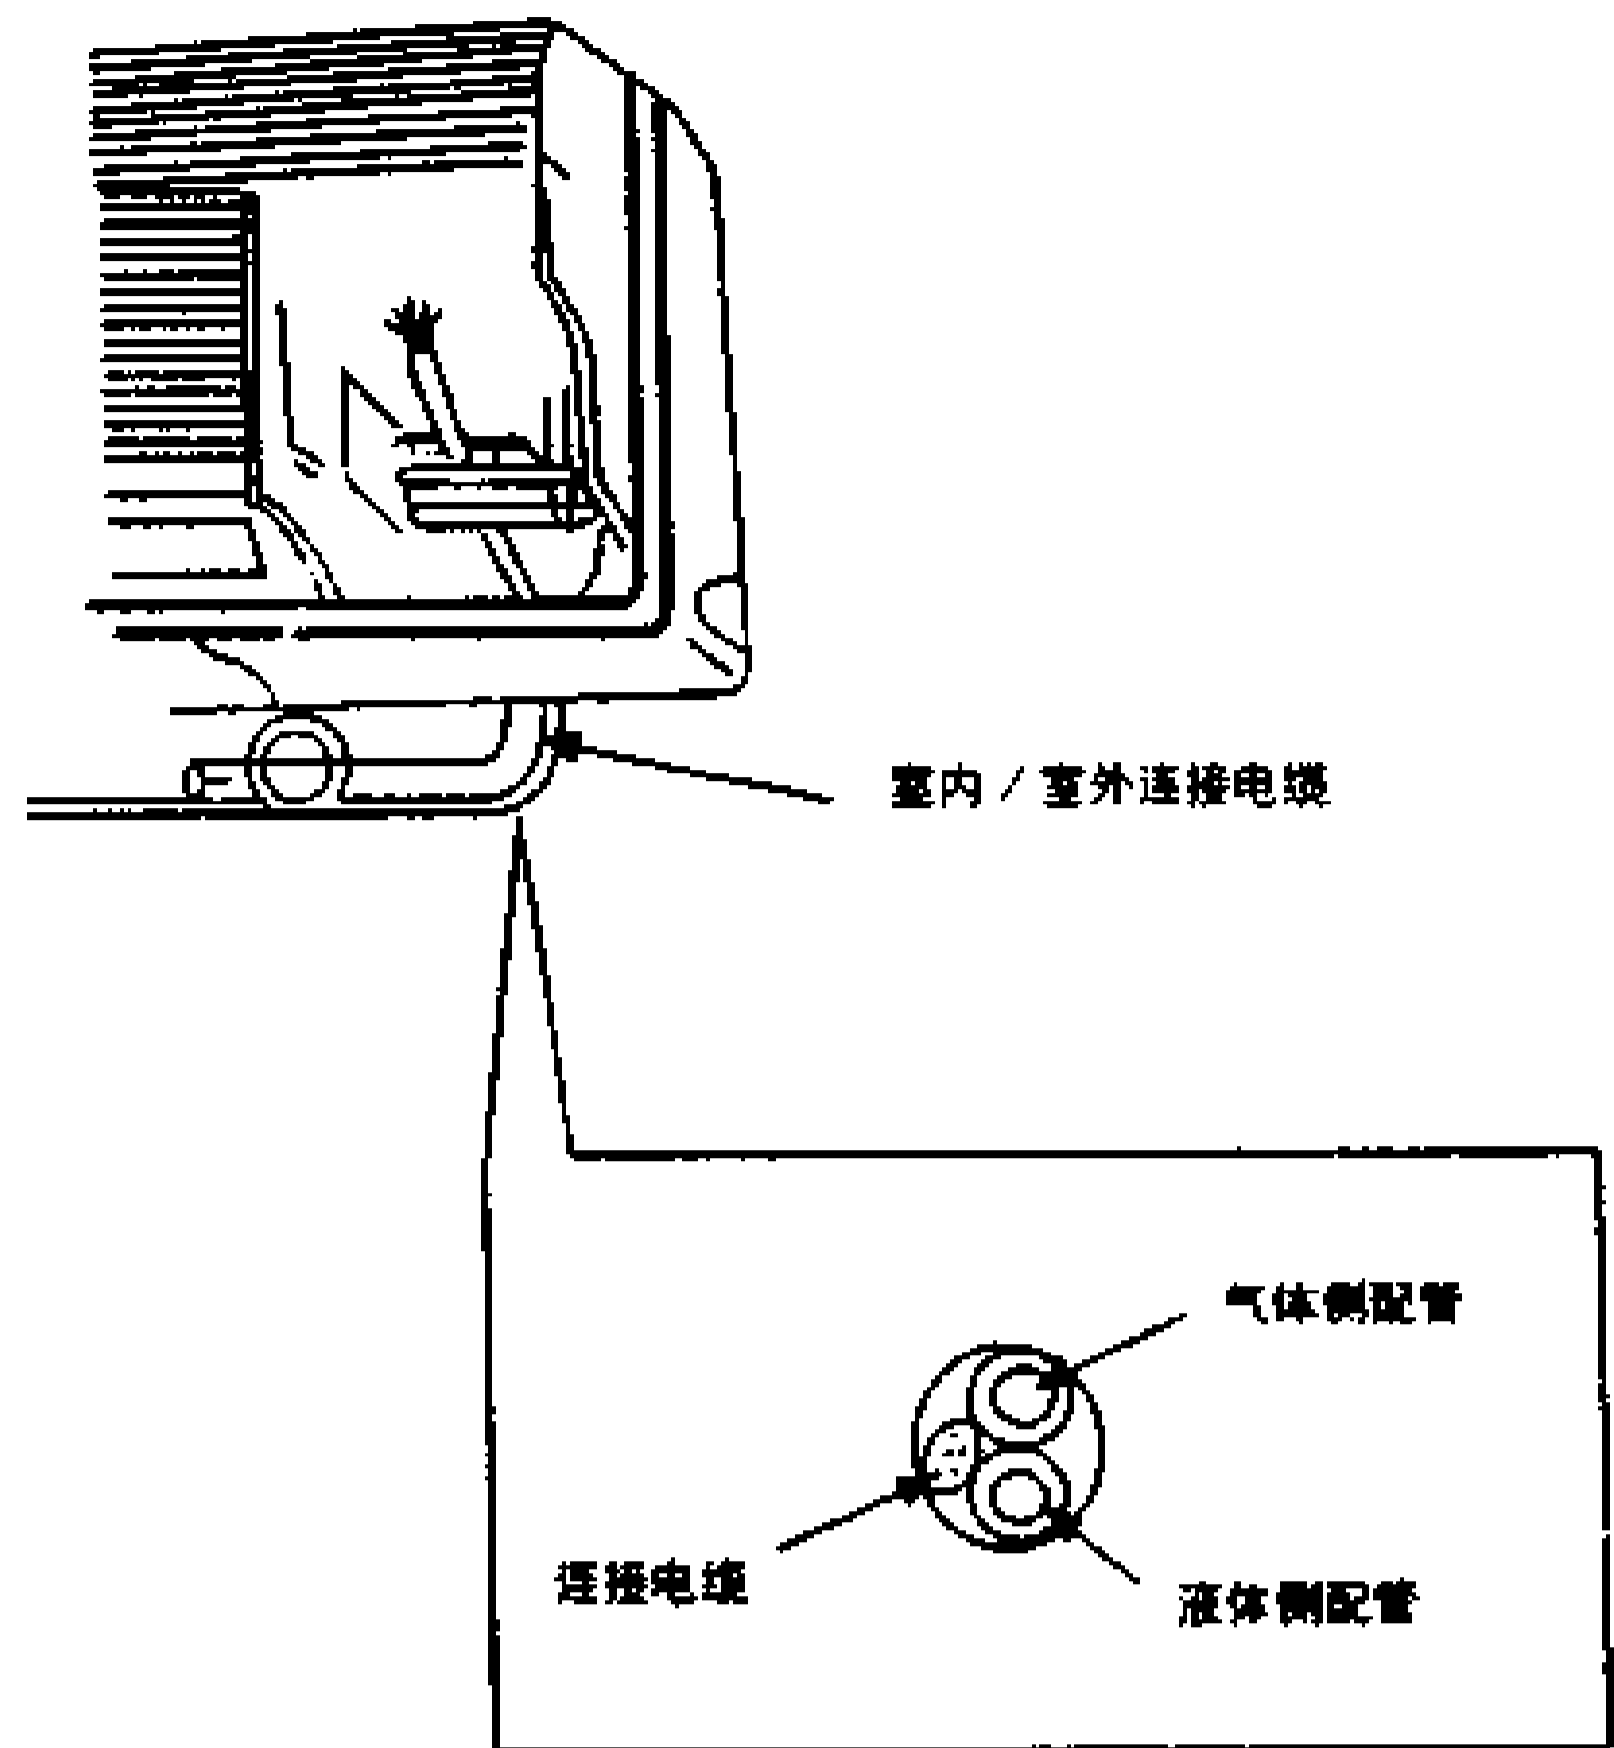

图 8-2-15
- (d) 把连接电缆插入室内机，如图 8-2-15 所示。
- (e) 用胶带包扎配管、排水管和连接电缆，如图 8-2-15 所示。
如图 8-2-15 所示。